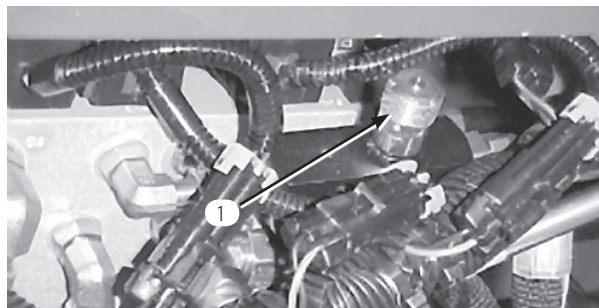

図 61
1. 調整バルブ（図61）は運転台の床のアクセス・パネル裏にある。